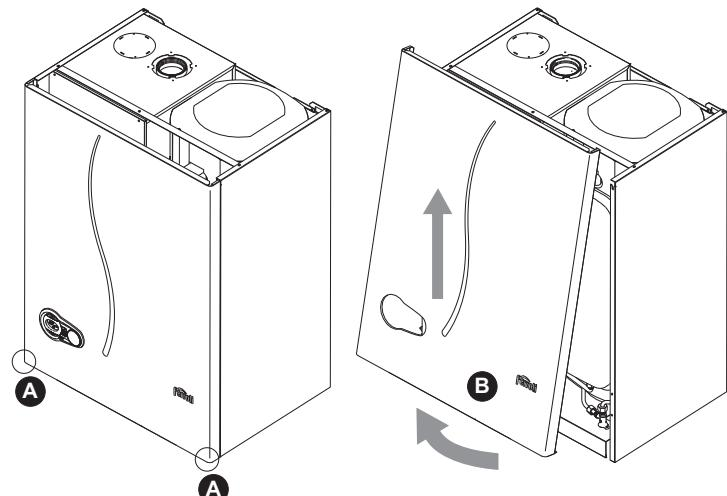

fig. 24 - Deschiderea panoului frontal
1. Deșurubați șuruburile A (vezi fig. 24)